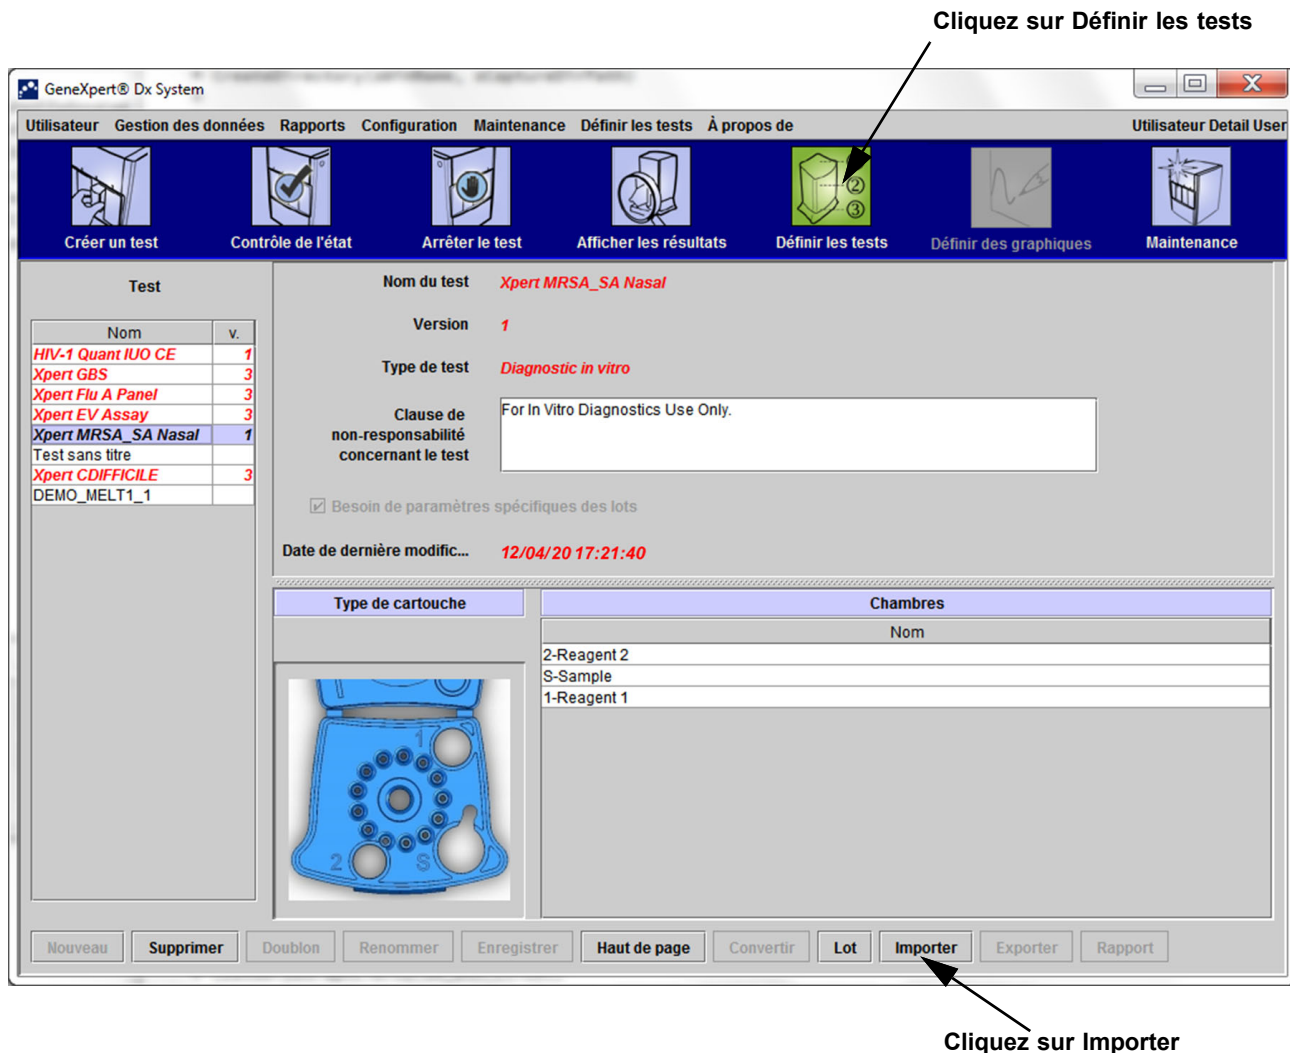
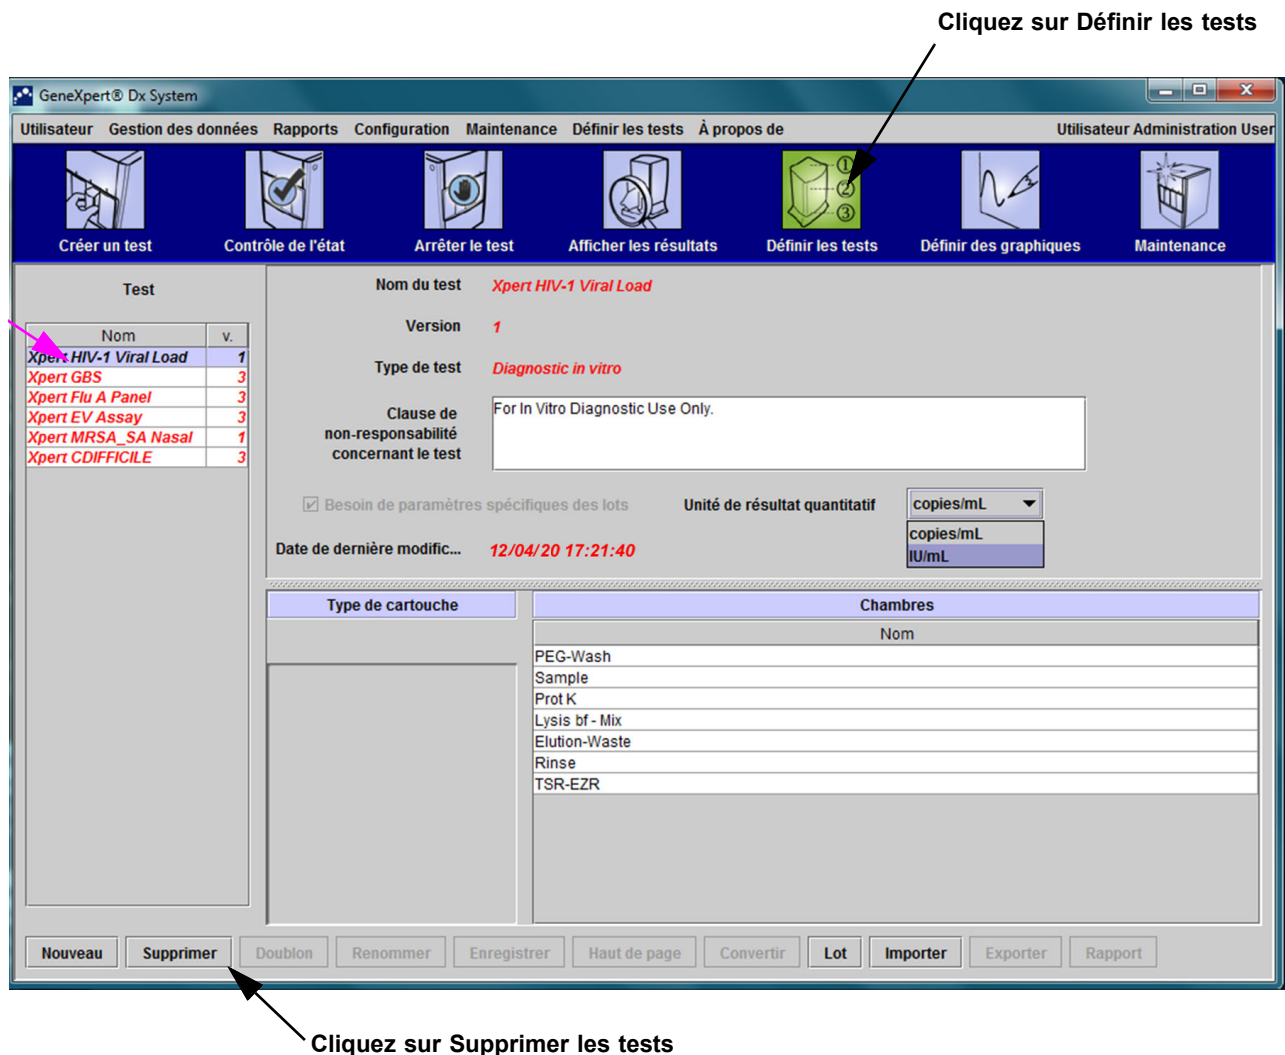

Figure 2-91. Système—Fenêtre Définir les tests (Vue Utilisateur Détail)
Figure 2-93. GeneXpert Dx System—Fenêtre Définir les tests (Vue Utilisateur Administrateur)
1. Dans la fenêtre GeneXpert Dx System, cliquez sur **Définir les tests** dans la barre de menus. La fenêtre Définir les tests apparaît. La Figure 2-93 illustre la fenêtre Définir les tests pour l'administrateur système GeneXpert Dx. La fenêtre des utilisateurs Détail et De base dispose de moins de fonctions (voir Figure 2-91).
Il est possible de modifier l'unité de résultat quantitatif après avoir importé un test quantitatif. Voir Figure 2-93.
1. Pour supprimer un fichier de définition de test, sélectionnez le nom d'un test dans la liste de tests dans la fenêtre Définir les tests (côté gauche de la fenêtre) (cf. Figure 2-93), puis cliquez sur **Supprimer**. Un message de confirmation s'affiche.